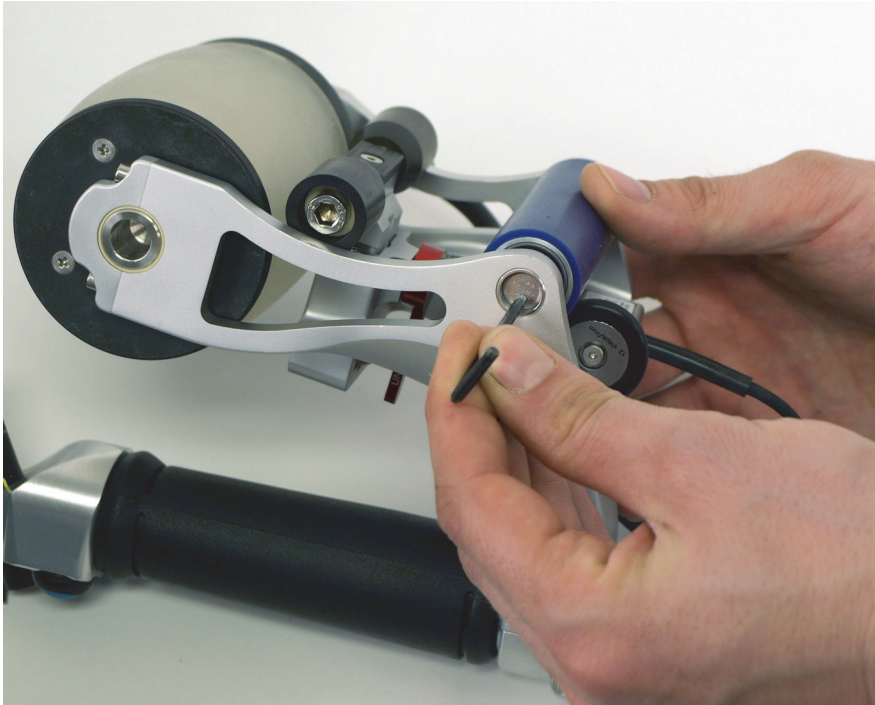

Figura 6-34 Empurrando o eixo do rolo traseiro da sua base
2. Aplique suavemente pressão no eixo do rolo traseiro na extremidade oposta ao parafuso de retenção para liberá-lo de seu assento na estrutura do RollerFORM (Figura 6-34 na página 115).